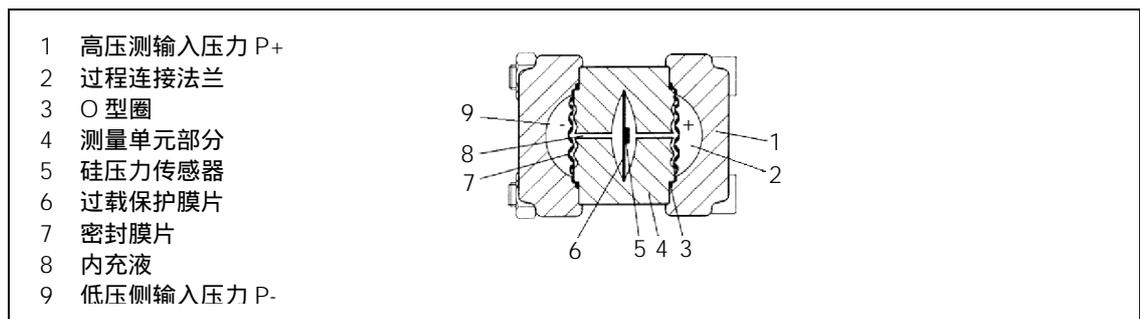

图 7 差压和流量测量元件，功能示意图
差压经过密封膜片 (7, 图 7) 和内充液传递给硅压力传感器 (5), 当压力超过测量极限时, 过载保护膜片 (6) 产生变形, 直到使一侧的密封膜片贴到测量元件 (4) 的内壁上, 以保护硅压力传感器, 避免被过压损坏。粘贴在测量膜片上的四个电桥电路中的压电电阻随压力变化改变电阻值, 使电桥输出电压和差成比值关系变化。